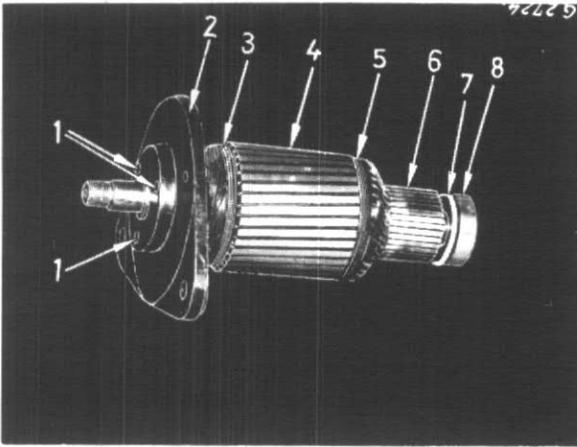

Figure 5
Enlevez les vis de fixation (1), fig. 5 et séparez du palier le support du côté entraînement (2).
Les bandes de serrage (3 et 5) fig. 5 doivent être examinées pour vérifier si elles ne sont pas desserrées.